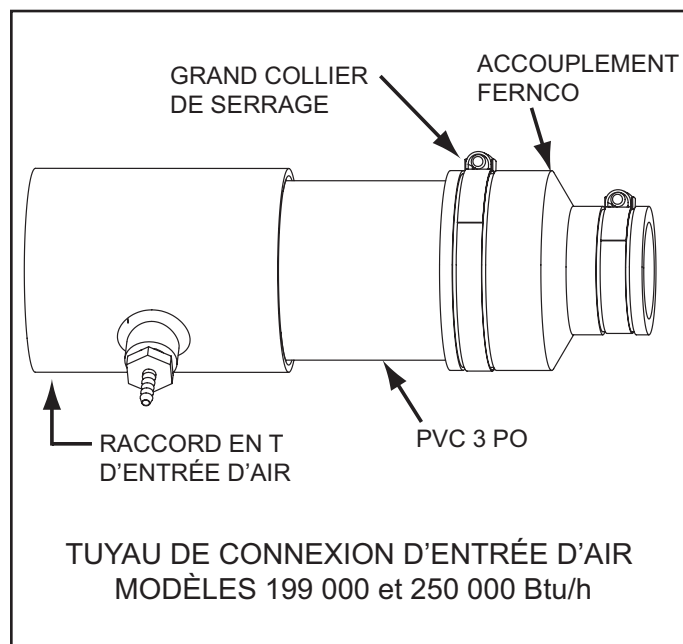

Figure 17
3. Desserrer le grand collier de serrage sur l'accouplement Fernco qui raccorde le tuyau de connexion d'entrée d'air au ventilateur d'air de combustion, voir la Figure 17.